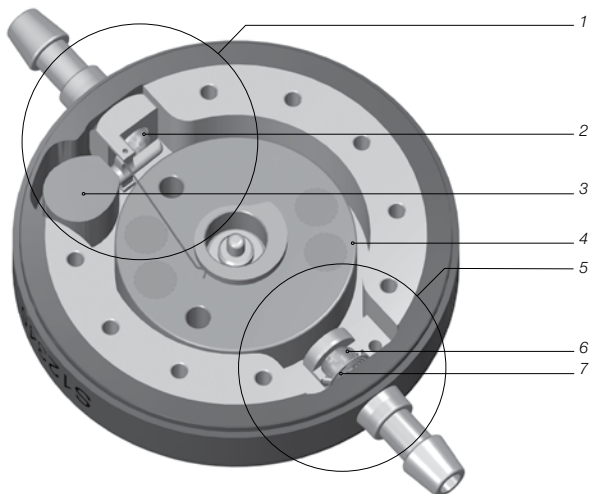

Fig. 1: Tværsnit af M.blue
M.blue er en ventil, der er fremstillet af titan. Den består af en indstillelig gravitationsenhed og en differenstrykenhed (fig. 1).